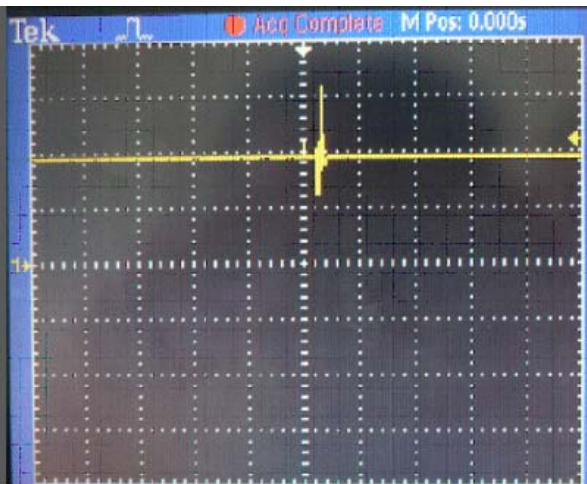

图10 捕获到的电源开关关闭时产生的抖动尖脉冲
5. 将直流电源开关置于“关闭”位置, 这时由于开关在关闭的瞬间将产生一个抖动脉冲, 这个抖动脉冲即被数字存储示波器所捕获, 在屏幕白色箭头上显示“Acq Complete(捕获完成)”字样, 并且在屏幕上, 我们能看到在原直流电平的横线上、位于X轴原点附近有一个尖脉冲, 如图10所示。